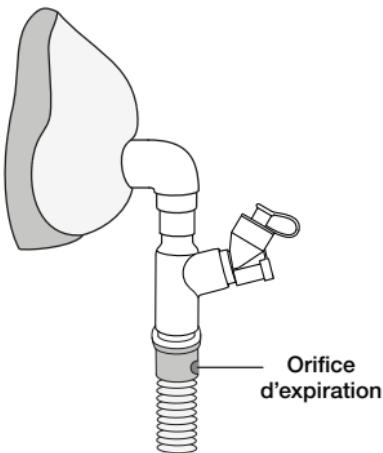

Figure 8. Connexion de l'Aerogen Solo à un circuit à une seule branche non invasif
2. Insérez le nébuliseur Aerogen Solo et le raccord en T entre le masque et l'orifice d'expiration du circuit de la VNI mono-branche avec un masque non ventilé (comme illustré à la Figure 8).